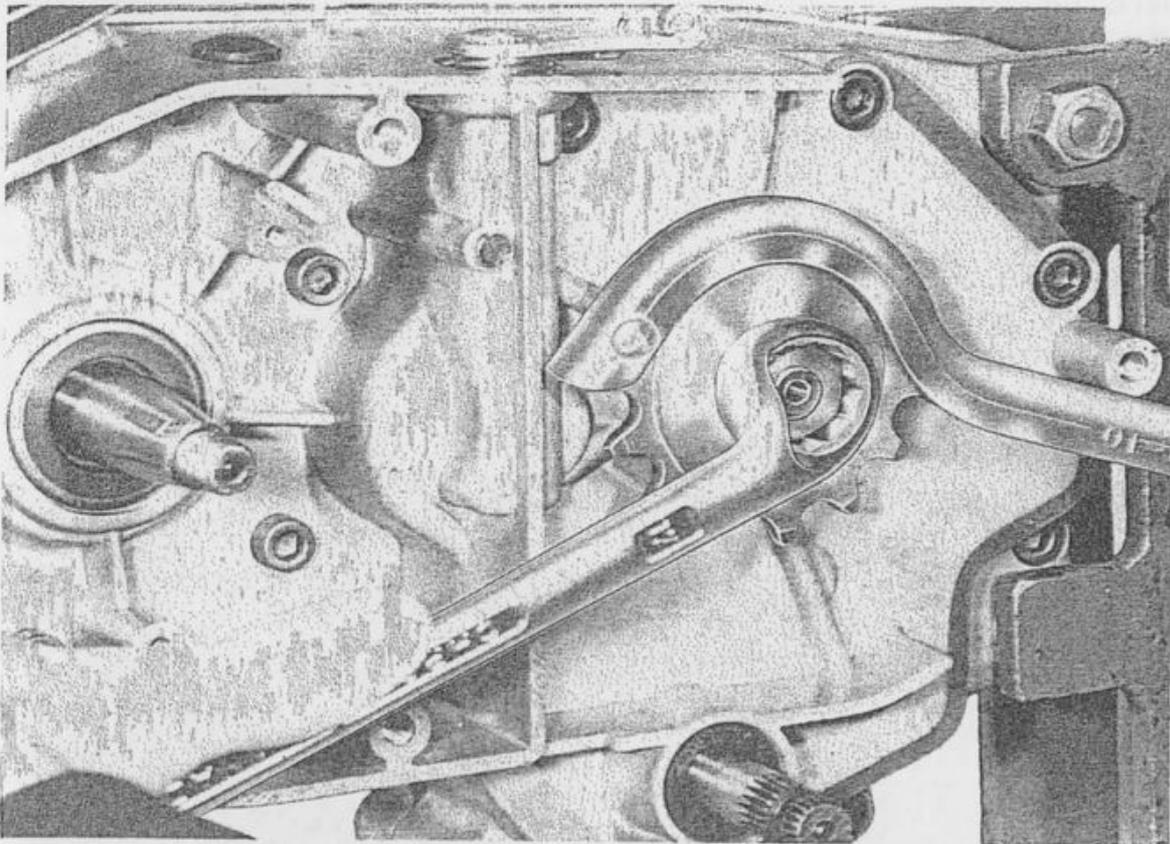

Fig. 9 - Sbloccaggio dado fissaggio pignone catena
- Usando la «Chiave di fermo pignone catena», matricola 0005.318.00 ed una chiave normale da 17 mm., rimuovere il dado e la rondella che bloccano il pignone (fig. 9).